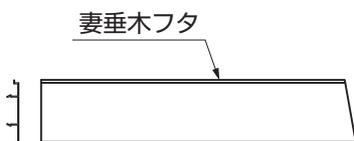
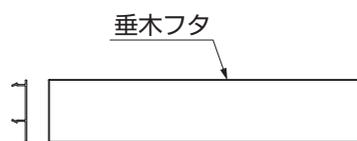

図15-4 端部用
図15-5 中間用
- 垂木フタは端部用と中間用があります。端部には妻垂木フタを取付けてください。(図15-4、図15-5参照)